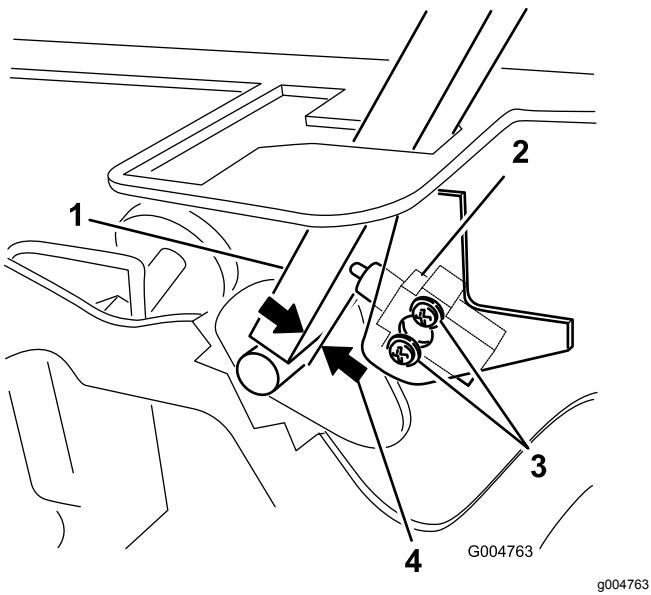

Figure 63
3. Desserrez les 2 vis de fixation du contacteur de sécurité (Figure 63).
4. Maintenez le levier de commande contre le cadre et rapprochez le contacteur du levier jusqu'à ce qu'ils soient espacés de 0,4 à 1 mm (0,015 à 0,045 po) (Figure 63).